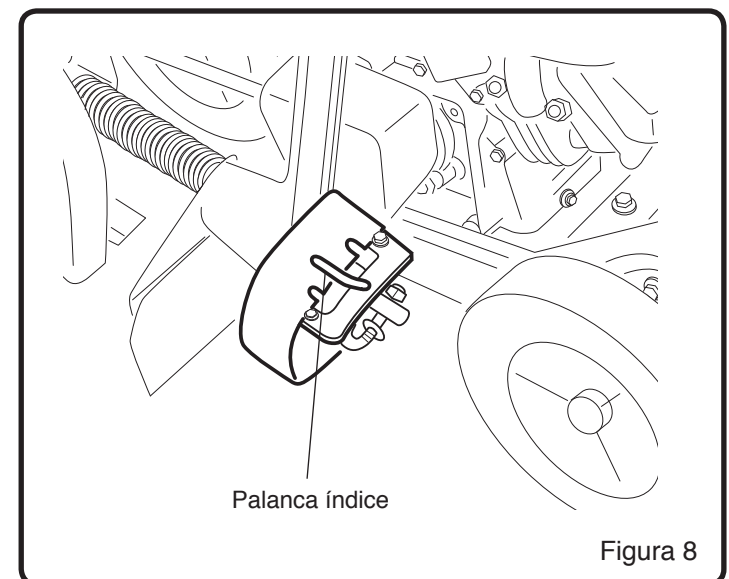

Figura 8
3. Desenganchar la palanca índice (Véase la Figura 8). Mover la palanca índice hacia la muesca deseada (15, 0 ó -15 grados).